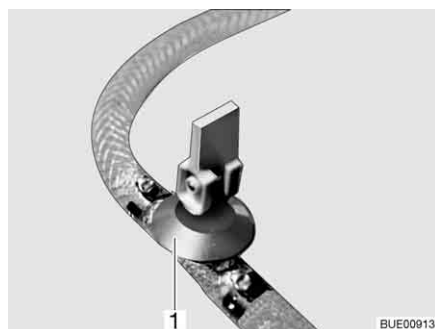
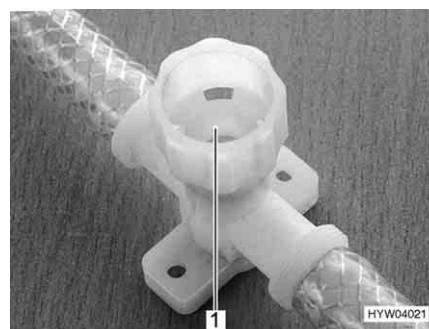

Fig. 192 Llave de desagüe (con balancín)
Fig. 193 Llave de desagüe (con tapa giratoria)
- Cerrar todas las llaves de desagüe. Para esto, poner el balancín de la llave de desagüe (Fig. 192, 1) o cerrar la tapa de la llave de desagüe (Fig. 193, 1) girándola en el sentido de las agujas del reloj.